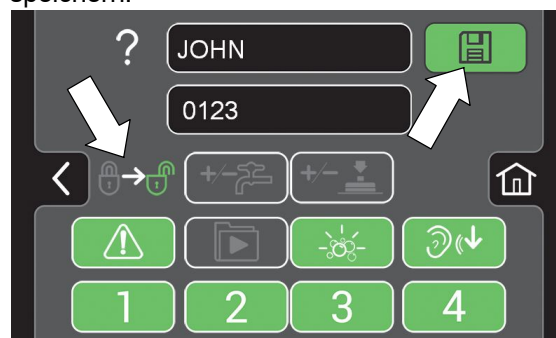

ABB. 146
6. Jetzt wählen Sie die Bedienungselemente aus, auf die der neue Benutzer zugreifen kann (Abbildung 146). Grün steht für entsperrente Bedienungselemente und Grau steht für gesperrte Bedienungselemente. Drücken Sie auf das blinkende Speichersymbol, um das neue Profil zu speichern.